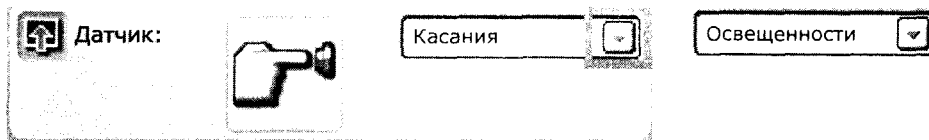

Рис. 122. Выбор датчика в настройках переключателя
3. В настройках вместо датчика касания выберите датчик освещенности (рис. 122).